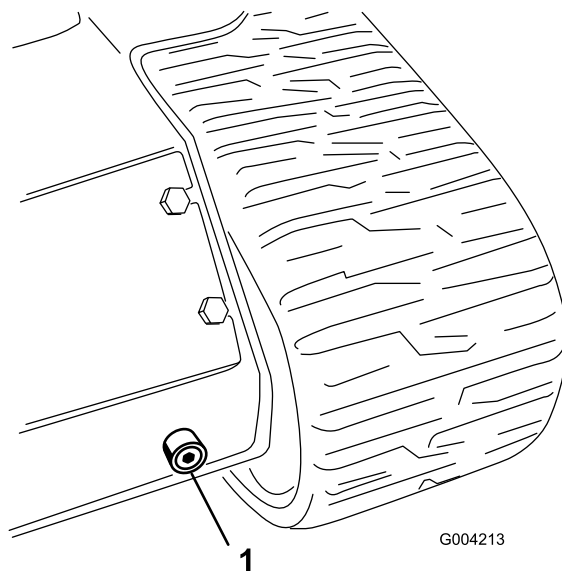

Рисунок 64
6. Разместите большой сливной поддон (емкостью 57 литров) под сливной пробкой в передней части машины (Рисунок 64).
7. Снимите сливную пробку и дайте маслу стечь в поддон (Рисунок 64).